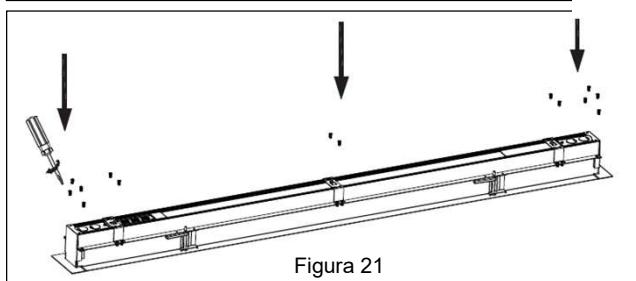

Figura 21
4. Asegura el soporte de montaje a la lámpara con los tornillos incluidos. *Ver Figura 21.*